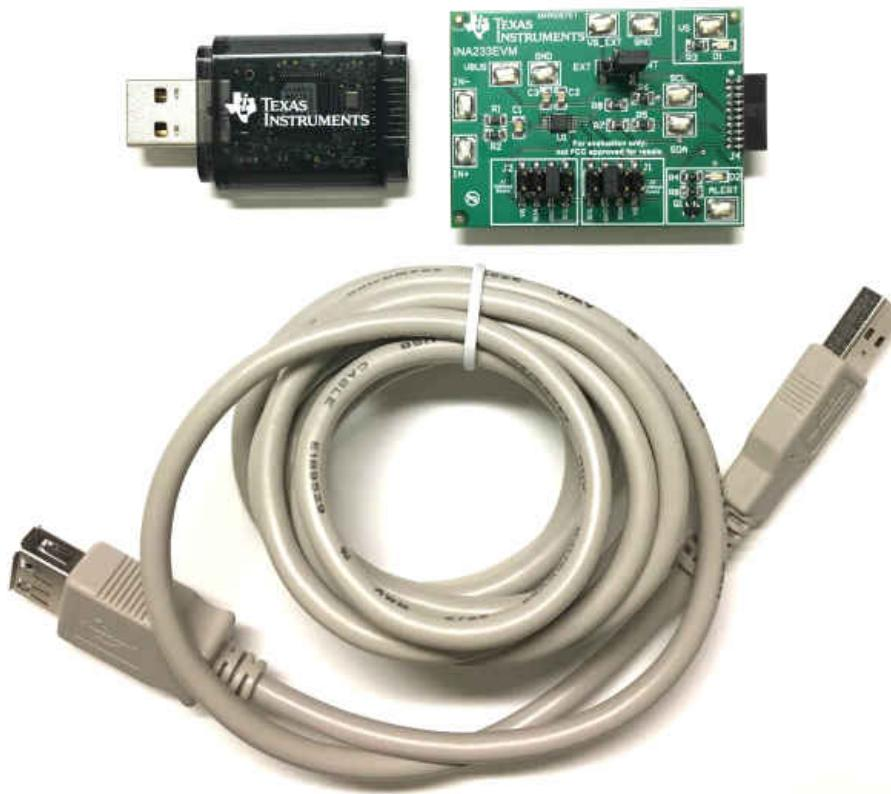

图 1-1. INA233EVM 套件附带的硬件
表 1-1 汇总了 INA233EVM 套件包含的物品。图 1-1 显示了所有包含的硬件。如果缺少任何元件，请联系德州仪器 (TI) 产品信息中心。TI 还强烈建议查看 TI 网站 (www.ti.com.cn) 上的 **INA233 产品文件夹**，以更新到相关软件的最新版本。